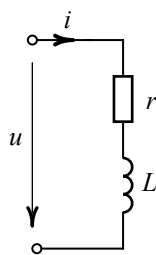

Рис. 8.1
Для цепи (рис. 8.1) построить кривые мгновенных значений приложенного к цепи напряжения u , тока i , полной мощности p и энергии магнитного поля w_M . Дано: $u = 5 \sin \omega t$, $r = 1,2$ Ом, $L = 0,004$ Гн, $\omega = 400$ с⁻¹.
1. Мгновенное значение тока в цепи (рис. 8.1):